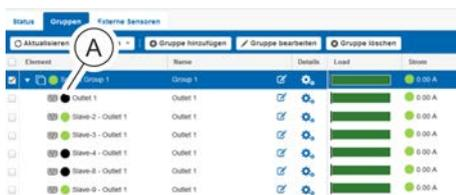
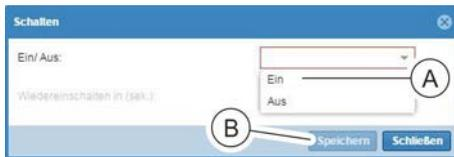

Abb. 149: Menü "Status" – Registerkarte "Gruppe"
Abb. 151: Fenster "Schalten"
- Der softwareseitige Schaltzustand einzelner Steckdosen wird in schwarzer Farbe angezeigt (Abb. 149/Ⓐ).
5. Im Fenster "Schalten" im Auswahlménü „Ein/Aus“ den Parameter „Ein“ auswählen (Abb. 151/Ⓐ) und über die Schaltfläche „Speichern“ (Abb. 149/Ⓑ) den Vorgang abschließen.